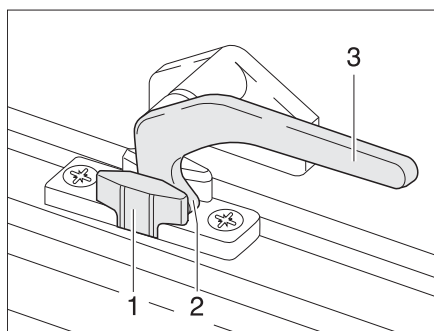

Fig. 43 Leva di serraggio in posizione "Aerazione continua"
- In posizione di "Aerazione continua" (Fig. 43)
- Ruotare la leva di serraggio (Fig. 43,3) di un quarto di giro verso il centro della finestra.
- Ruotare la leva di serraggio di un quarto di giro verso il telaio della finestra. Riportare contemporaneamente il nasello di chiusura (Fig. 43,2) nella rientranza della chiusura della finestra (Fig. 43,1).